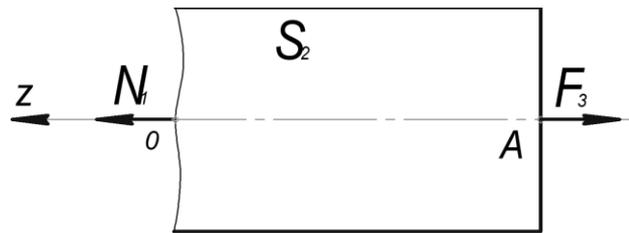

Рисунок 1.2
*Участок I (AB).* Рассечём, мысленно, стержень в местах, где необходимо определить значения внутренних усилий и внутренних напряжений. Одну из частей (левую) отбросим (рис. 1.2), а для оставшейся составим уравнение равновесия  $\sum F_i = N_1 - F_3 = 0$ , заменив при этом действие отброшенной части на оставшуюся неизвестной внутренней силой  $N_1$ .